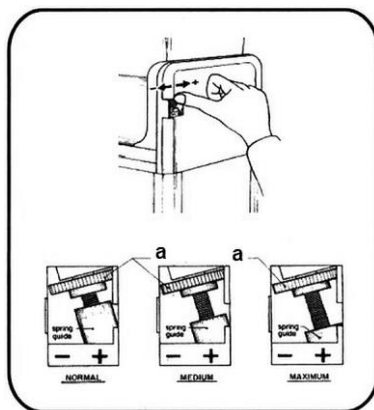

Fig.3
1. For mælk eller andre produkter, der kræver længere tid at fryse, ændres indstillingen til **"medium"** eller **"maximum"** ved at dreje reguleringshjulet (a) i „+“ retningen, som vist i fig.3.